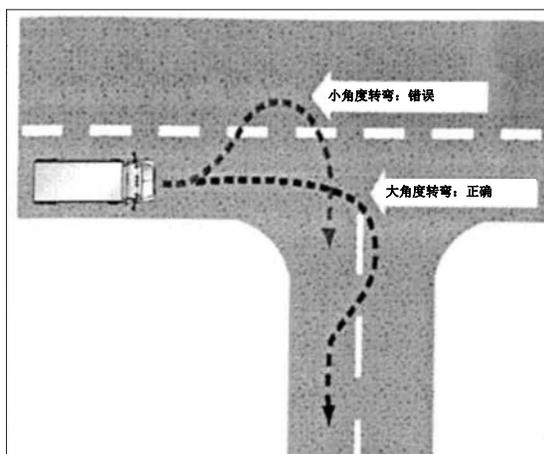

图 2.13
- 如果必须驶入对面车道才能转弯，应注意朝您驶来的车辆。给他们留出通过或停车的空间。但是，不要为他们倒车，因为您可能会撞到后面的车。请参见图 2.13。